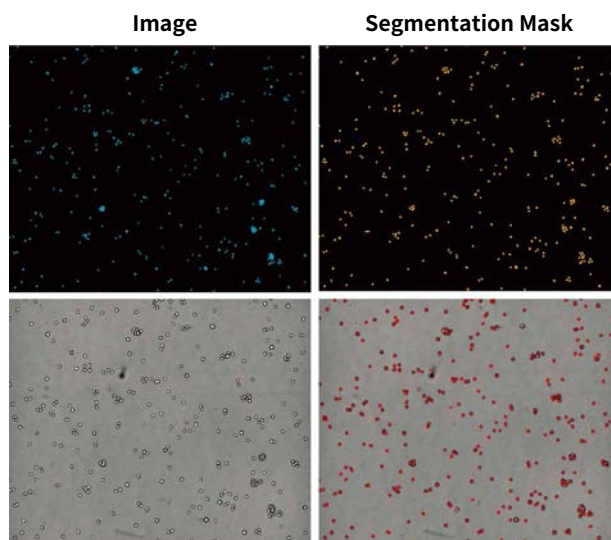
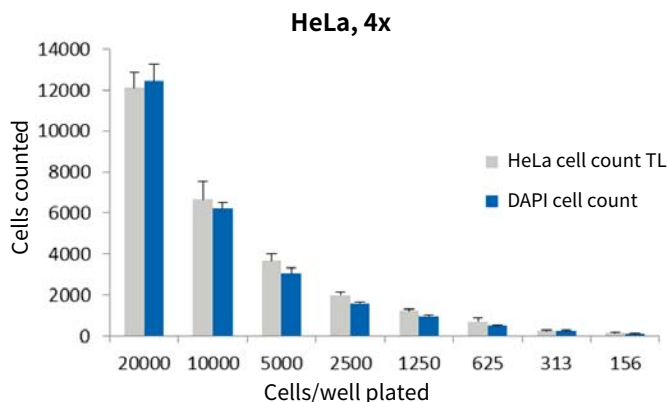

图 3. 荧光与透射光悬浮细胞的比较。顶部图像显示用 10x 物镜获得的 THP-1 白细胞 (蓝核染色) 和右侧得到的分析 mask (橙色)。下面板显示的是用透射光成像的相同区域 (左侧)，结果分析分割 (红色) 显示在右侧。使用核计数的细胞总数为 325 个，使用 TL 图像的细胞总数为 320 个。
图 4. 透射光分割细胞定量与 Hoechst 染色细胞核定量的比较。使用 4x 物镜获取单个图像/孔 (n=6 孔)，使用 CellReporterXpress 软件预配置模块进行分析。
根据细胞大小或细胞计数模块检测荧光染色细胞核的三种透射光 (TL) 细胞计数分析模块中的一种，可以定量贴壁单层细胞或悬浮细胞 (图 2 和图 3)。在未过度融合的孔中，使用染色细胞核检测细胞与未标记细胞的比较是一致的 (图 4)。